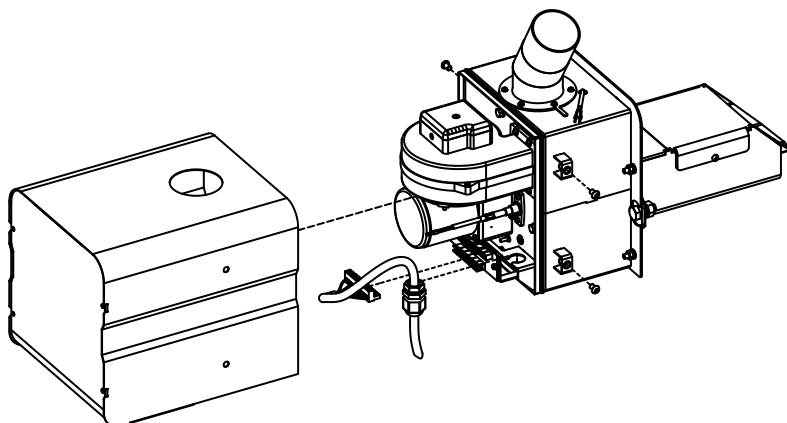

Рис.9 Подключение кабеля управления к приставной пеллетной горелке
6.6.2. Подключение пеллетной горелки к пультау управления осуществляется с помощью кабеля с разъёмом, см. (Рис.9). Для подключения горелки отвинтите крепежные винты и снимите кожух горелки. Далее необходимо сальник, имеющийся на кабеле установить в специальный кронштейн на корпусе горелки и зафиксировать его гайкой. После этого разъем XS1 присоединить к ответной части на плате коммутации.